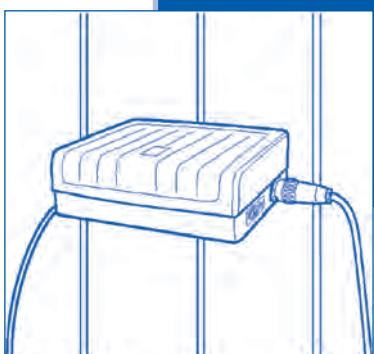

Figura 2
- Fixe a caixa de alimentação à parede (Figura 2).